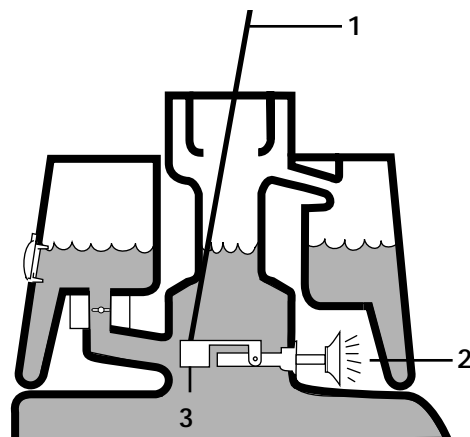

Fig. 12
3. Stik en ren stang eller skruetrækker ned i tankens rør og tryk forsigtigt ned på svømmerkanten (Fig. 12). Alarmsignalet bør lyde efter 1 sekund.